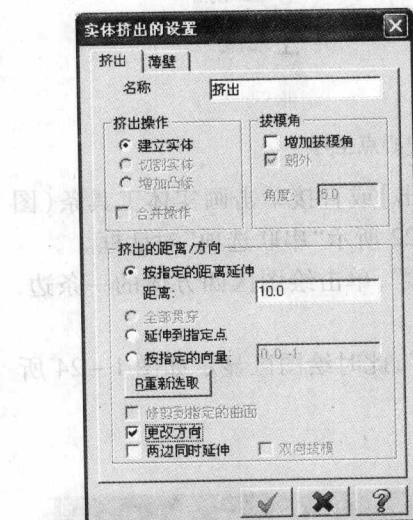
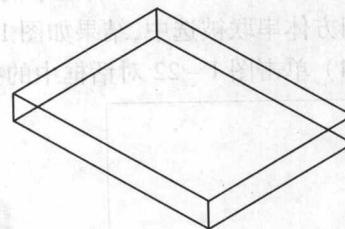

图 1-25 “实体挤出的设置”对话框
图 1-26 实体的线架图
示,同时弹出图 1-25 所示“实体挤出的设置”对话框。
(5) 在图 1-25 所示对话框中选中【按指定的距离延伸】，在【距离】中设定挤出距离为“10”，同时由于当前的挤出方向向下，因此，选中对话框中【更改方向】，其余设定不变，单击按钮“”，此时绘图区显示如图 1-26 所示实体的线架图。